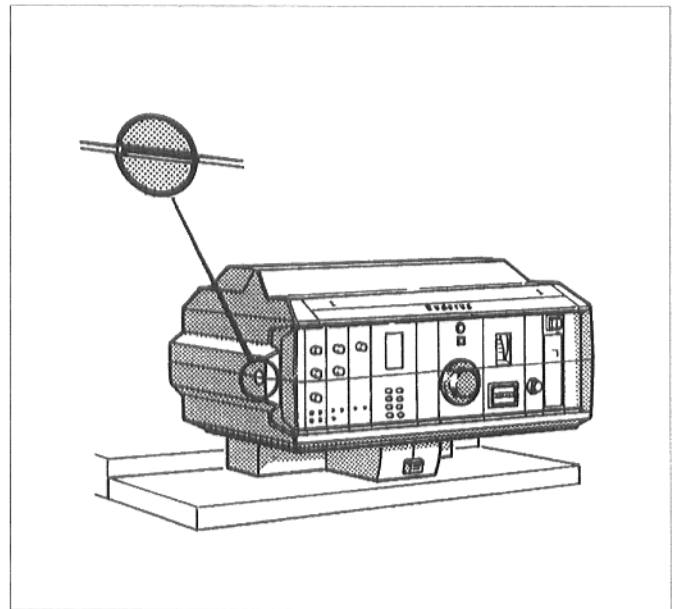

Рис. 1: Регулятор; устранить прозрачное покрытие
- Установить крепежный болт для прозрачного покрытия регулятора (рис. 1), в вертикальное положение, например, при помощи монеты. Снять прозрачное покрытие в направлении вперед.
- Установить крепежный болт, для прозрачного покрытия регулятора (рис. 1), в вертикальное положение, например, при помощи монеты. Снять прозрачное покрытие в направлении вперед.